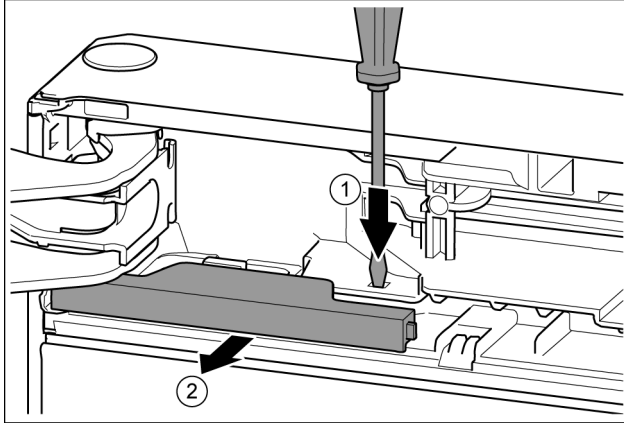

Fig. 14
- Lasche mit Schlitzschraubendreher drücken. *Fig. 14 (1)*
- Abdeckung aus der Verrastung ziehen. *Fig. 14 (2)*